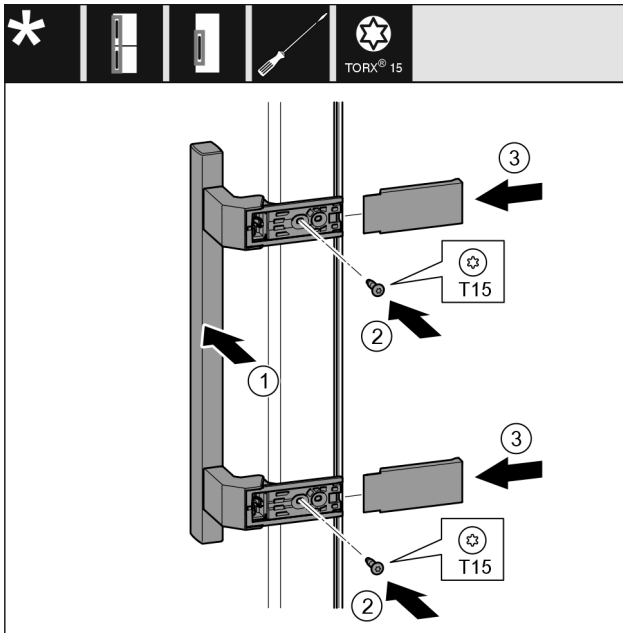

Fig. 20
- ▶ Встановіть ручку Fig. 20 (1) з протилежного боку.
- ▶ За допомогою викрутки закрутіть гвинти Fig. 20 (2).
- ▶ Встановіть кришки Fig. 20 (3) збоку та посуньте їх.